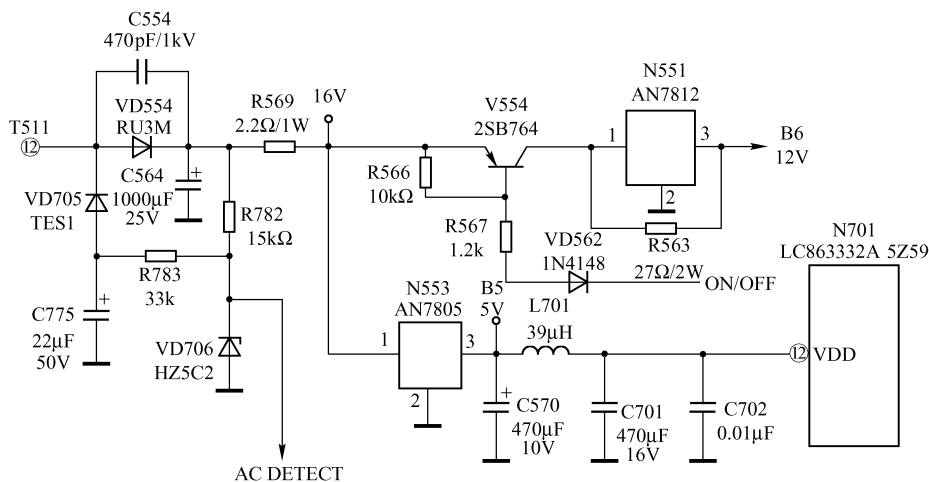

图 2-7 N701 (LC863332A-5Z59) ⑫脚 B5 (5V) 供电电压电路原理图
N701 的⑫脚电路主要是 B5 (5V) 供电电压电路。其电路原理图如图 2-7 所示。在正常状态下, N701 ⑫脚的工作电压为 5.0V, 但最低不能低于 4.3V, 最高也不能高于 5.5V; 否则, N701 不能正常工作, 整个中央微控制系统就不能工作, 并呈现不开机状态。
⑫脚电压过低, 除 N701 ⑫脚内电路损坏外, 主要原因是 B5 (5V) 电源故障或负载电路中的其他元器件有漏电或被击穿, 此时可首先检测⑫脚对地正、反向电阻值, 正常时约为 3.0k $\Omega$ 左右。若测得⑫脚阻值正常, 而 B5 (5V) 电压异常, 则应重点检查 B5 (5V) 稳压输出电路。但检查 B5 (5V) 电压时要首先确定 R569 输出电压是否正常。必要时再将 N553 换新。若测得⑫脚电压较低, 则首先断开 L701, 直接检测 C570 两端电压。若断开 L701 后 B5 (5V) 电压正常, 则一定是其负载电路中有损坏元件, 这时就要逐一排查, 直到找到故障点为止。